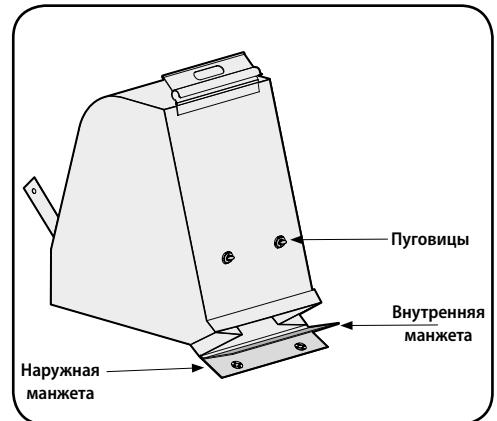

Рисунок 4-3
- Поверните две пуговицы на задней части мешка, чтобы его расстегнуть и удалить содержимое. См. рисунок 4-3. Во время опорожнения мешка держите его за рукоятку и зажим.
- Наложите наружную манжету на внутреннюю и вставьте пуговицы мешка в отверстия с металлическими окантовками. См. рисунок 4-3.